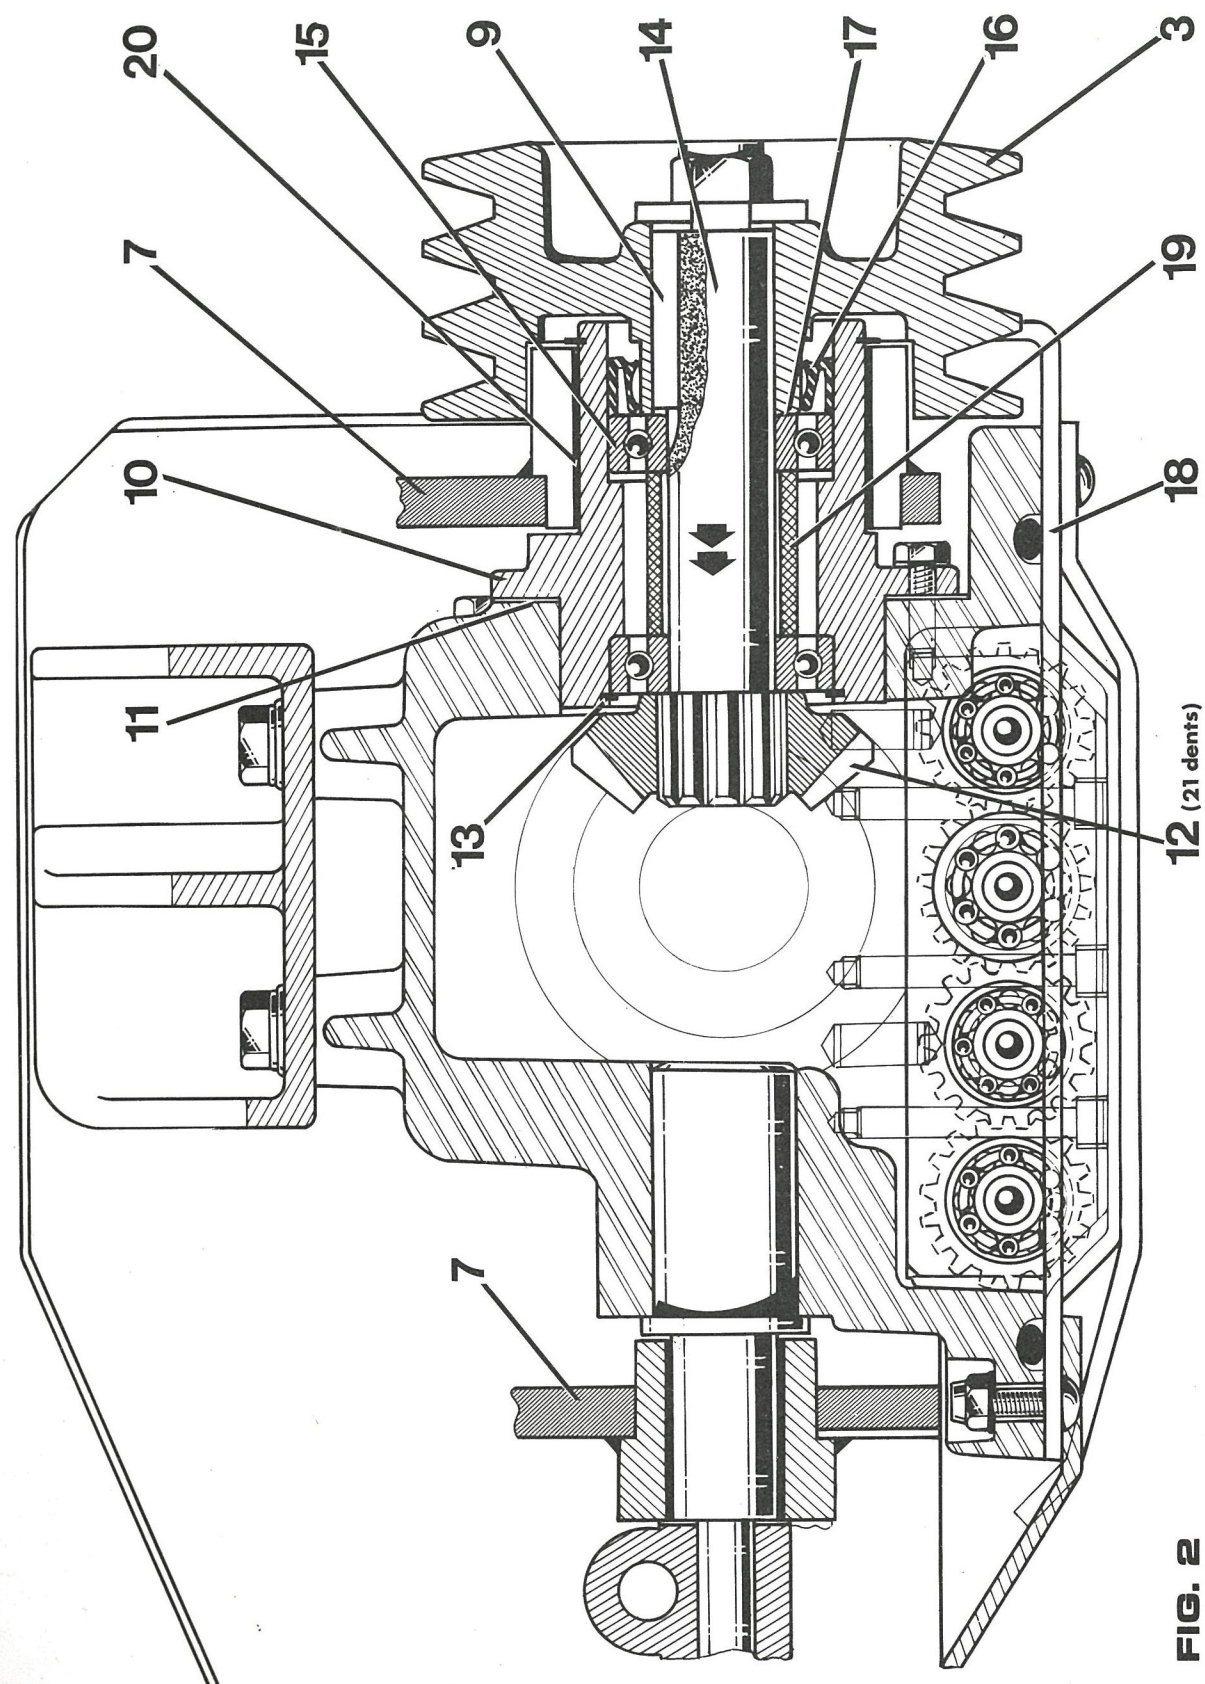

FIG. 2
échange du joint à lèvres ou des roulements de l'arbre primaire (FIG. 2)
réglage du couple conique 20/21 dents de renvoi d'angle (FIG. 2 & 3)
- à la mise en place des flasques de charnière enduire légèrement de graisse grahytée les bagues en matière plastique (20 Fig.2)